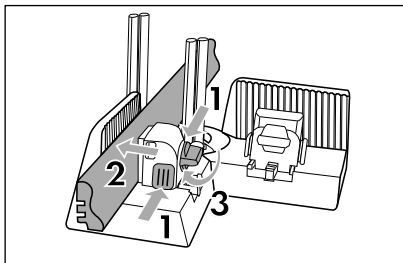

Fig. 8
- ◆ Mantenere premuti i pulsanti di sblocco ④ e spostare il morsetto ② per collocare il pezzo di legno.
- ◆ Collocare il pezzo di legno tra la ganascia di arresto ③ e il morsetto ②. Assicurarsi che il pezzo di legno oltrepassi le aste di guida ⑦ (vedere fig. 8).
- ◆ Mantenere premuti i pulsanti di sblocco ④ e spostare il morsetto ② fino al pezzo di legno. Quando il pezzo di legno è serrato, rilasciare i pulsanti di sblocco ④ (vedere fig. 8).
- ◆ Ruotare il pulsante di blocco ⑤ in senso orario per fissare il pezzo di legno (vedere fig. 8).